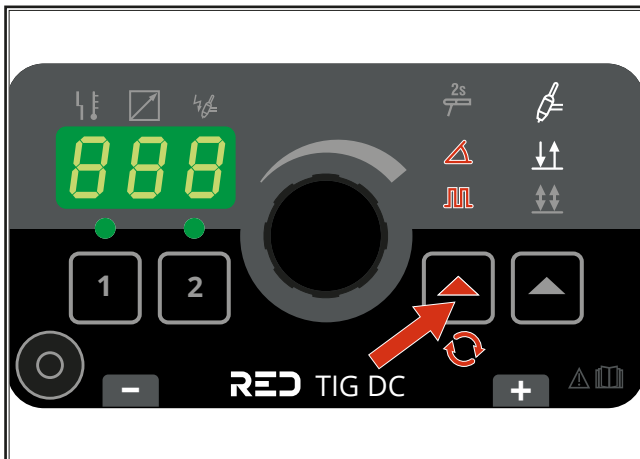

Abb. 8: Pulsen mit oder ohne Slope einschalten
- ➔ Falls die Funktion Pulsen (mit oder ohne Slope) gewünscht ist, schalten Sie diese wie in Abb. 8 gezeigt ein.